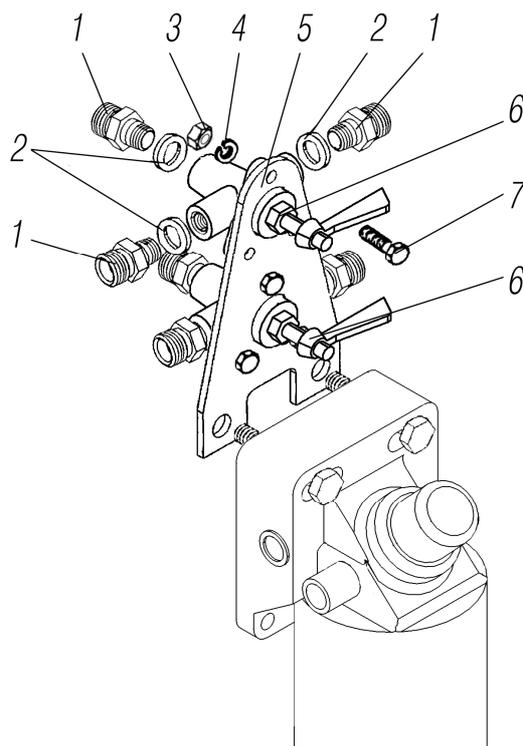

Рисунок 1.8
*⁴ См. рисунок 1.8, допускается замена на 3151-1104160
See figure 1.8, can be changed for 3151-1104160